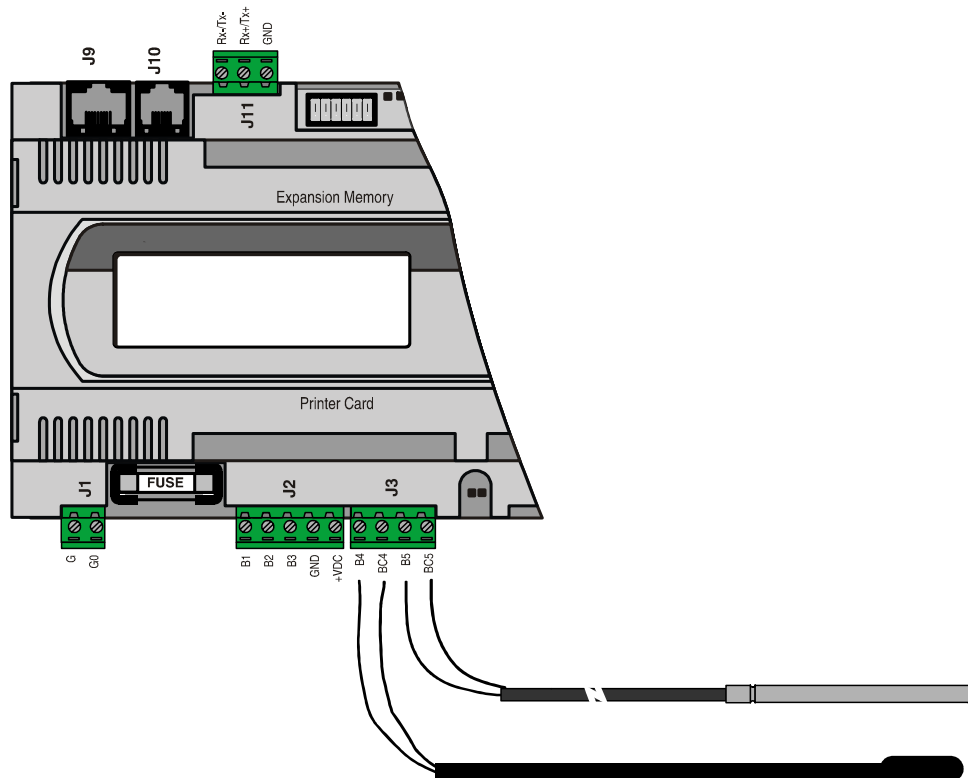

Abb. 4.4.3.1
- Für eine korrekte Funktion des Fühlers PT1000 muss jedes Fühlerkabel an eine einzelne Klemme (siehe Abb. 4.4.3.1.) angeschlossen werden.